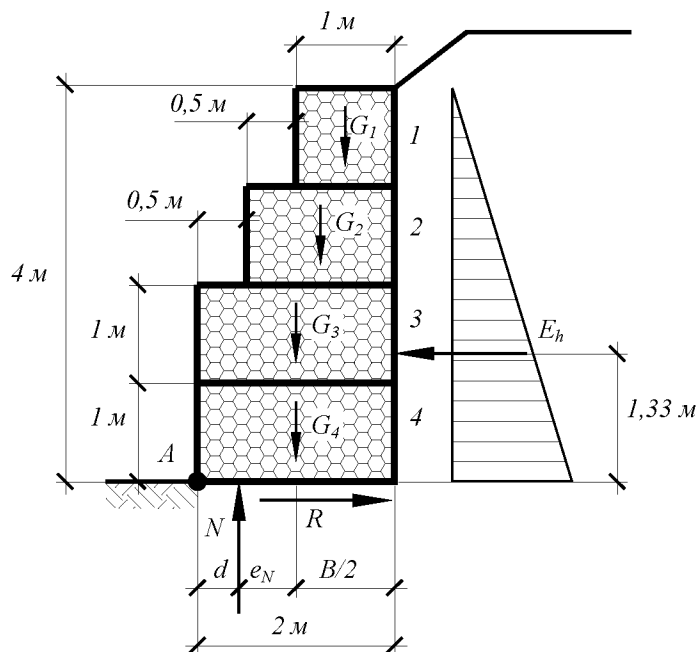

Рисунок 1 – Расчетная схема для вычисления внешней устойчивости массивно-объемной габионной стены
**Задача 2.** Определить устойчивость против сдвига массивно-объемной габионной стены со ступенчатой лицевой гранью (рисунок 1), расположенной на участке автомобильной дороги II категории. Стена состоит из коробчатых габионов высотой 1 м, выполненных из сетки № 100 с диаметром проволоки 3,0 мм. Удельный вес каменного материала заполнения габионной конструкции  $\gamma_s = 26 \text{ кН/м}^3$ , пористость составляет  $n = 0,30$ . Основанием стены служит грунт с расчетным углом внутреннего трения  $\varphi = 30^\circ$ , сцеплением  $c = 8 \text{ кПа}$  и удельным весом  $\gamma = 18,9 \text{ кН/м}^3$ . Ширина основания габионной стены  $B = 2 \text{ м}$ . Расчет ведется на горизонтальное давление грунта на стену  $E_h = 45 \text{ кН/м}$ .